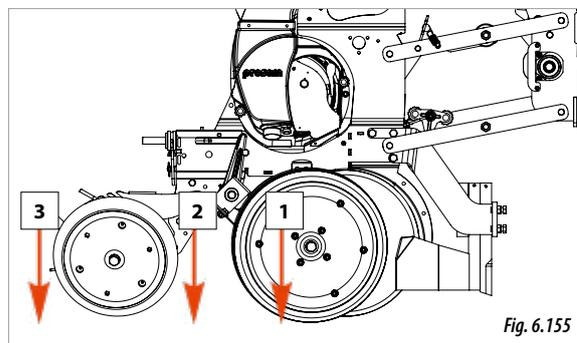

Fig. 6.155
El **ABONO MICROGRANULADO** se deposita junto con la semilla (1, Fig. 6.155).
- SEMI-SUPERFICIAL (2, Fig. 6.155).
- SUPERFICIAL (3, Fig. 6.155).